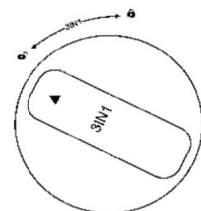

Figure 4
2. Setzen Sie die 3-IN-1-Patrone in die obere Öffnung ein. Das Dreieckssymbol auf der Oberseite des Filterelements sollte auf das Symbol  zeigen (Abbildung 4).